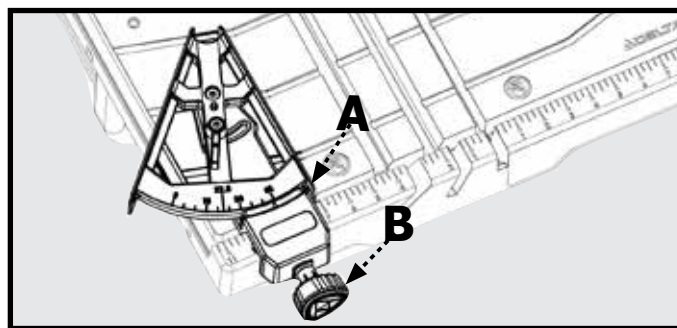

Figure 19
1. Desserrez l'écrou papillon de blocage en plastique (E) en tournant dans le sens antihoraire.
2. Tournez le bouton de verrouillage de profondeur de coupe (11) dans le sens antihoraire pour desserrer et soulever la tête de coupe jusqu'à la position supérieure.
3. Ajustez le bouton de réglage de hauteur (10) à la profondeur désirée en abaissant la tête de coupe afin de vérifier la profondeur en fonction des besoins.
4. Serrez l'écrou papillon de blocage en plastique (E) pour verrouiller le bouton de réglage de hauteur (10) en place.
5. Abaissez la tête de coupe jusqu'à ce qu'elle s'arrête (FIGURE 19) et que le bouton de verrouillage de profondeur de coupe (11) soit en place pour fixer la tête de coupe pour des coupes à travers le matériau ou laissez le bouton (11) débloqué pour les coupes en plongée.